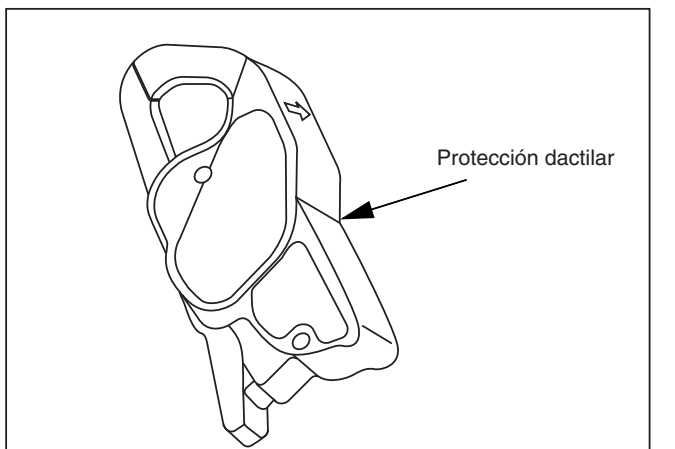

Figura 1. Pinza amperimétrica de CA 3005-PR
- **No sostenga la pinza desde la parte posterior a la protección dactilar; vea la figura 1.**